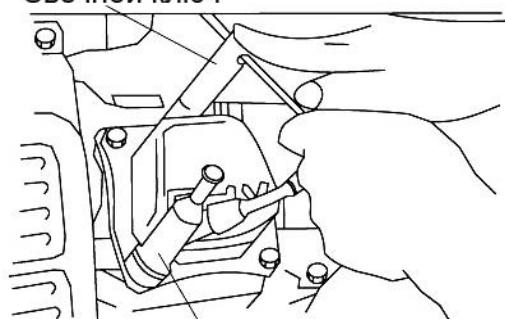

Рис. 7
- Отсоедините высоковольтный провод (См. Рис.7).